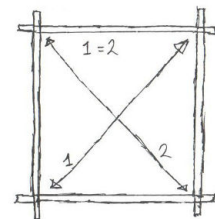

Abb. 2. Diagonalmäß 1 und 2 müssen gleich sein.
**Prüfen Sie die Diagonalen**, bevor Sie weitermachen. Die beiden Diagonalmäße müssen gleich sein (Abb. 2). Richten Sie den Rahmen aus, bis sie es sind.